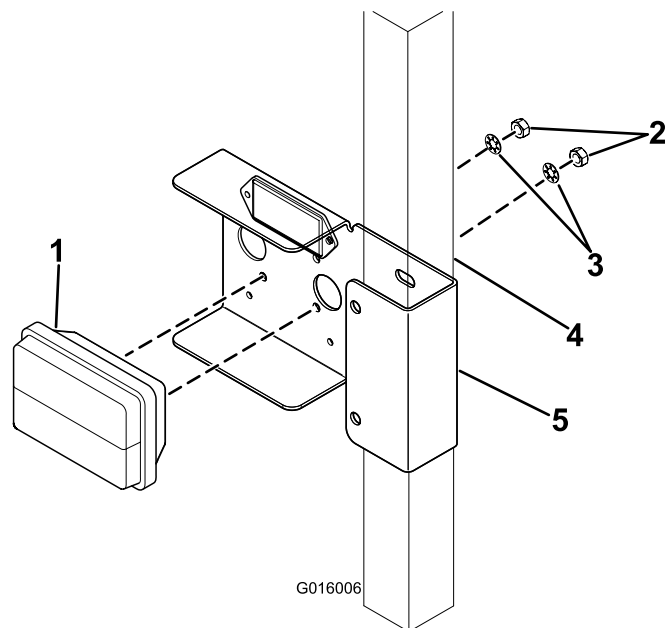

Figura 3
- Montaje la luz trasera en el soporte con las 2 arandelas de estrella y las 2 tuercas incluidas con el conjunto de la luz (Figura 3).